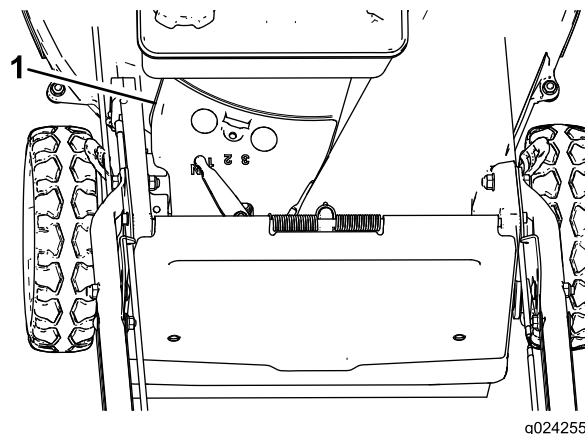

Figura 36
3. Retire la cubierta de la correa (Figura 36) de la carcasa de corte.